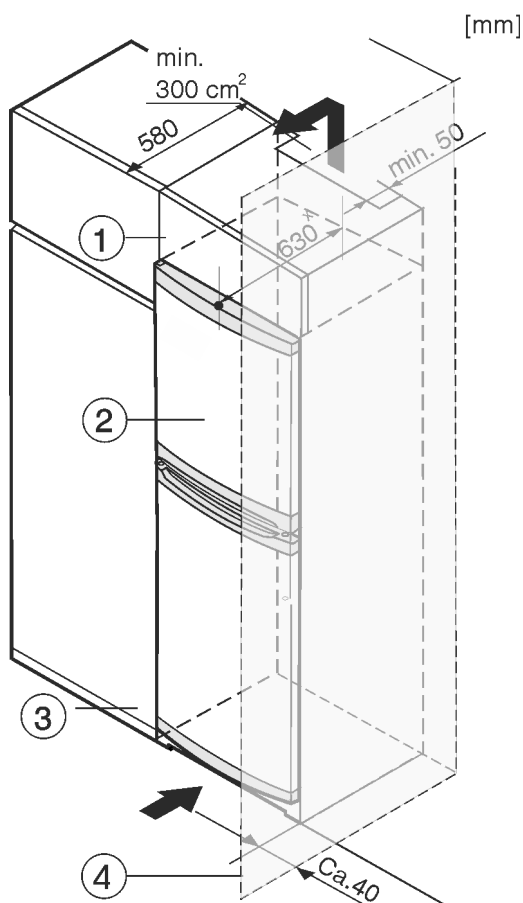

Fig. 8
Okoli naprave lahko vgradite kuhinjske omare. Za poravnavo naprave Fig. 8 (2) s kuhinjskimi elementi lahko nad napravo postavite ustrezno nadgradno omarico Fig. 8 (1).
Pri vgradnji aparata v kuhinjske omare (globina maks. 580 mm) lahko aparat postavite neposredno ob kuhinjsko omaro *Fig. 8 (3)*. Aparat je ob strani postavljen 34 mm * in na sredini aparata 50 mm * od čelne stranice kuhinjske omare.
Če aparat postavite s tečaji ob steni *Fig. 8 (4)*, mora razdalja med aparatom in steno znašati vsaj 40 mm. To ustreza velikosti ročaja pri odprtih vratih.